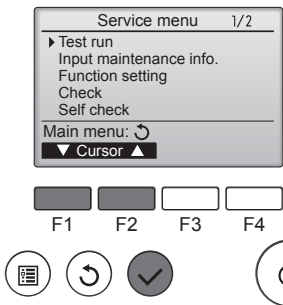

Fig. 8-1
- Selecione "Test run" (Modo prueba) desde el menú Servicio, y pulse el botón [ACEPTAR]. (Fig. 8-1)